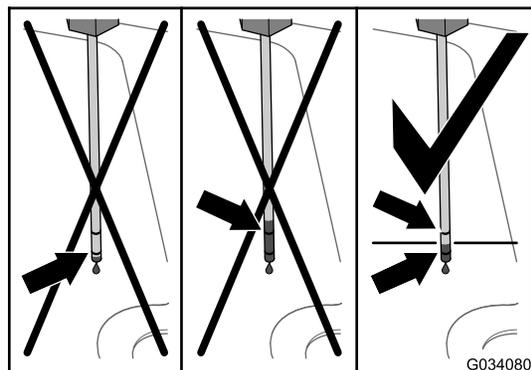

図 99
6. ディップスティックを抜いて油量を点検する 図 99。油量は、ディップスティックの 2 本のマークの間にあれば適正である。
7. 所定の油圧オイルを補給口 図 99 から補給する。2本のマークが示す規定範囲の中間までオイルを入れる。